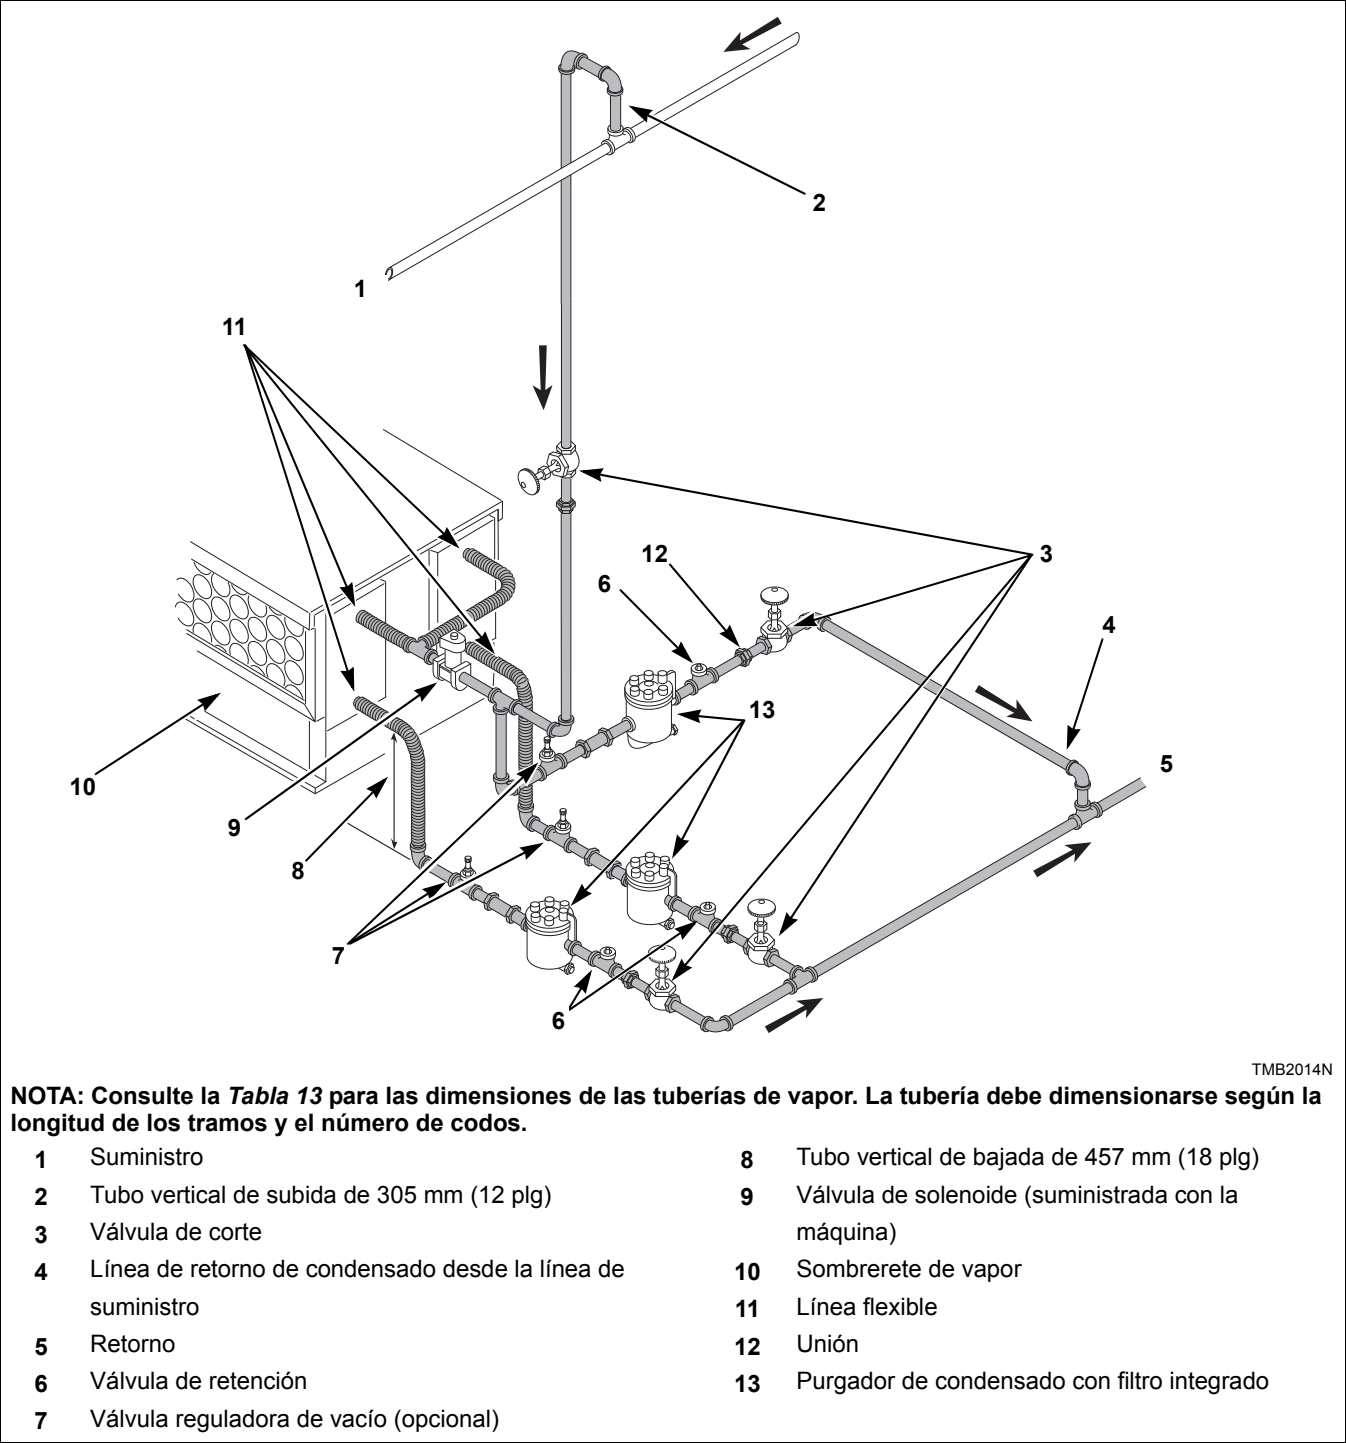
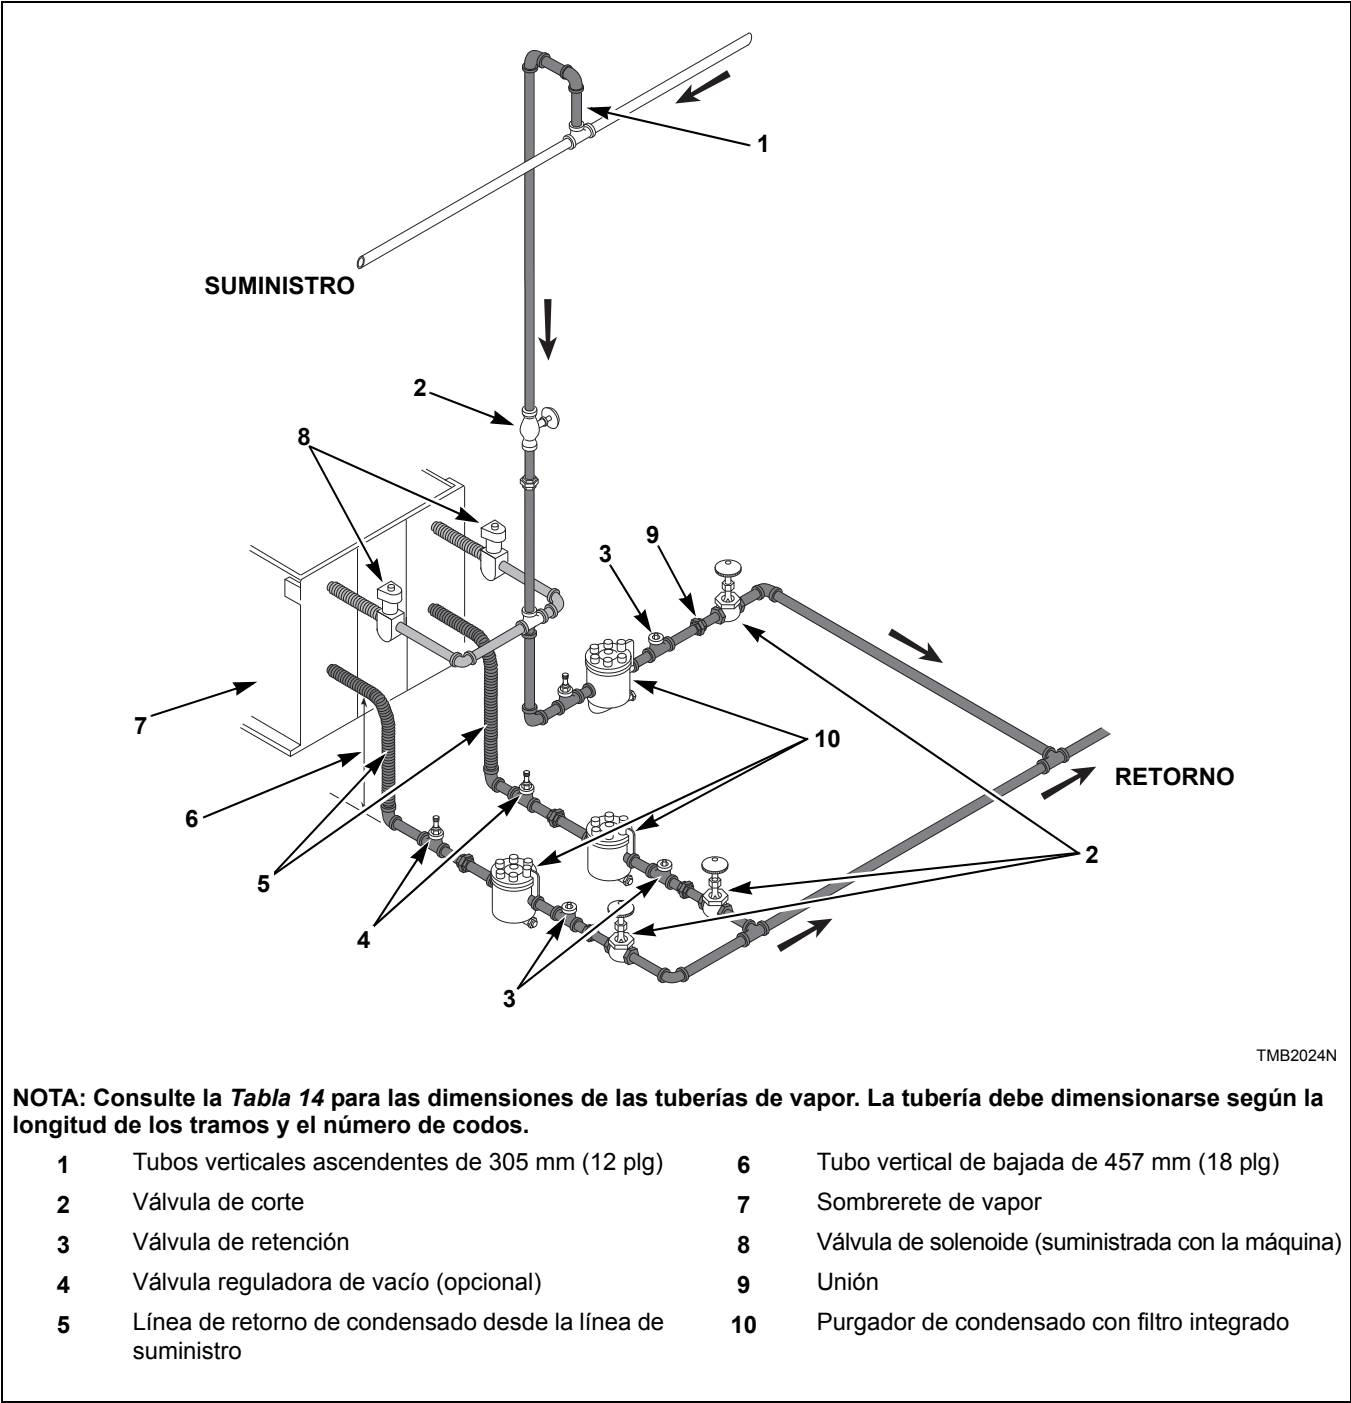

Figura 19
Figura 20
- Consulte en la *Figura 19* y *Figura 20* las configuraciones apropiadas de los tubos de vapor.
El purgador de condensado debe estar instalado y las conexiones de salida del serpentín deben conectarse a las líneas de retorno de condensado. Los pasos siguientes describen el procedimiento para la instalación del purgador de condensado y la conexión de las líneas de retorno de condensado. Consulte las instalaciones típicas en la *Figura 19* y la *Figura 20*.